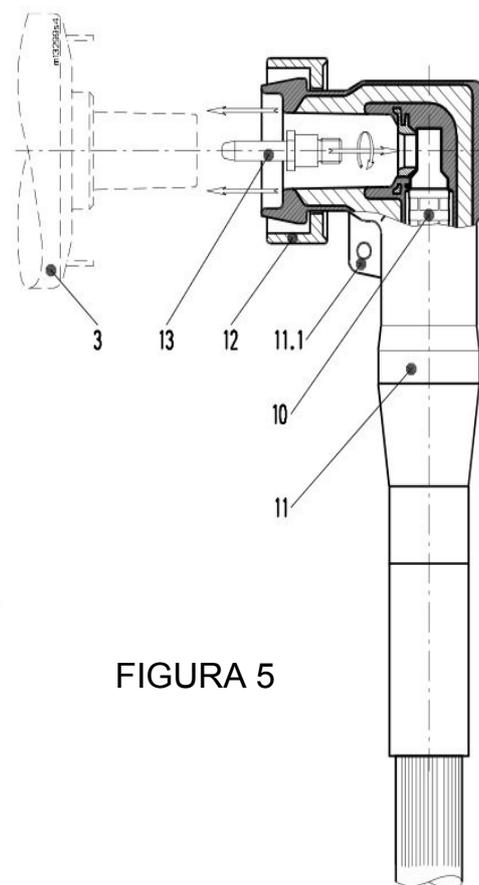

FIGURA 5
Introduzir a TERMINAÇÃO TDEC (11) no cabo até que a rosca DO TERMINAL DE CABO (10) seja visível na parte interna do cotovelo e possibilite a montagem do PINO DE CONTATO (13) como indicado na FIGURA 5. Apertar o PINO DE CONTATO (13) com o dispositivo que acompanha o jogo de montagem com torque aprox. 15 Nm. Dobrar a parte inferior da TERMINAÇÃO TDEC (11) para cobrir a região de vedação do cabo.